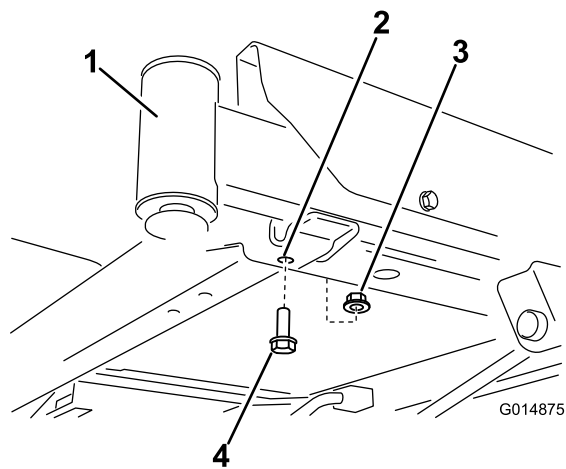
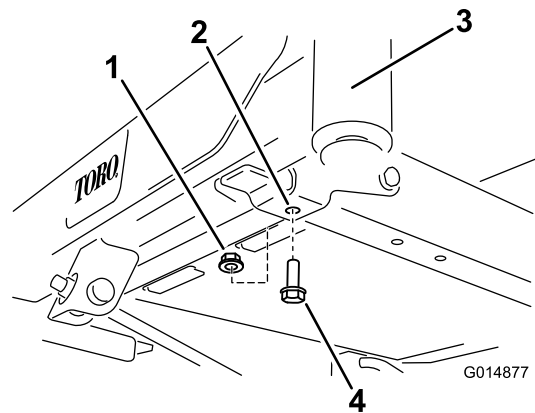

Figure 3
Figure 4
1. Repérez les boulons avant sur le dessous du châssis (Figure 3 et Figure 4). Retirez les deux boulons (3/8 x 1 pouce) et deux contre-écrous (3/8 pouce). Conservez les contre-écrous.